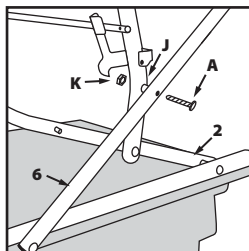

Fig. 11
- Centrez les éléments **3 et 6** pour faciliter l'alignement des trous de boulon (**Fig. 11**).